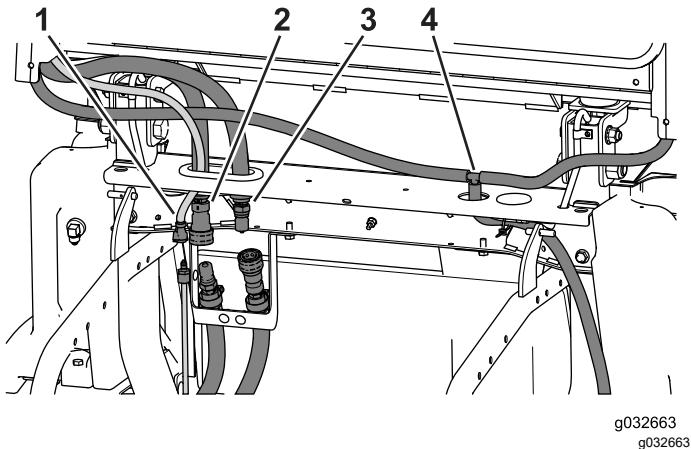

Bild 109
- Schließen Sie den Schlauch der Scheibenwaschanlage, den Zulaufschlauch und den Rücklaufschlauch der Heizung ab (Bild 109).
2. Nehmen Sie die Kabelbinden ab, mit denen der Ablassschlauch an der Maschine befestigt ist (Bild 109).